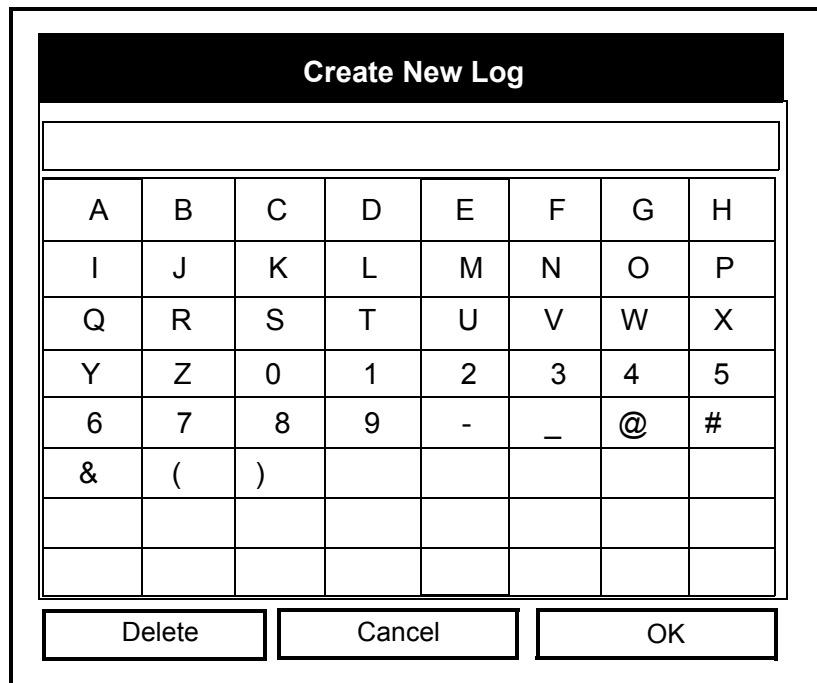

Figura 5-4: A Janela *Create New Log* (Criar Novo Registo)
2. Quando a janela *Create New Log* (Criar Novo Registo) se abrir (consulte a Figura 5-4 abaixo), comece a introduzir um nome de registo utilizando as quatro setas direccionais para se deslocar para o carácter desejado e pressionando [ENTER].